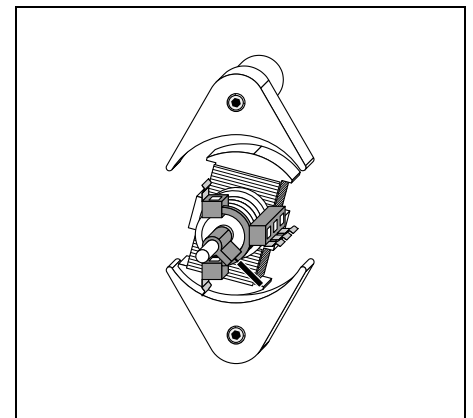

Fig. 6
- Bürstenbrücke zur Sicherung des Rotors (auch des Magnetrotors!) sorgfältig anschrauben (Fig. 6).
- Screw on the brush holder carefully to secure the rotor (also the magnet rotor!) (Fig. 6).
- Bei Benutzung der Kommutatorringe des Zweipolrotors Bürstenbrücke parallel zum Magnetfeld des Stators ausrichten (Fig. 6).
- When using the commutator rings of the two-pole rotor, align the brush holder parallel to the magnetic field of the stator (Fig. 6).